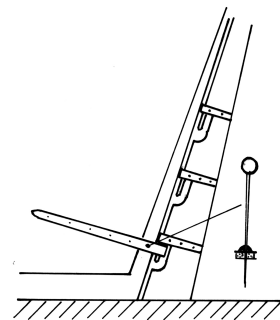

Bild 72: Positionieren der ersten Ruderschere.
3. Bei dem jetzt folgenden Absteckvorgang muß nicht nur positioniert werden, sondern auch begedrückt. Das erreichen wir in der gleichen Weise, in der die Planken festgesteckt wurden, mit Nadel und geschlitzter Zange (siehe Bild 72).